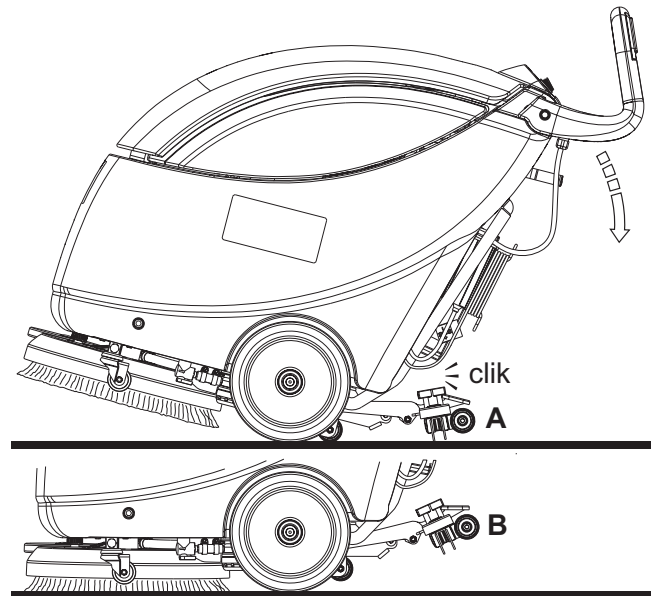

Figure 3
1. Saisir le guidon (2), le baisser jusqu'à ce que la roue arrière (7) ne touche le sol (A, Fig. 3) puis accrocher l'embouchure en position soulevée (B).